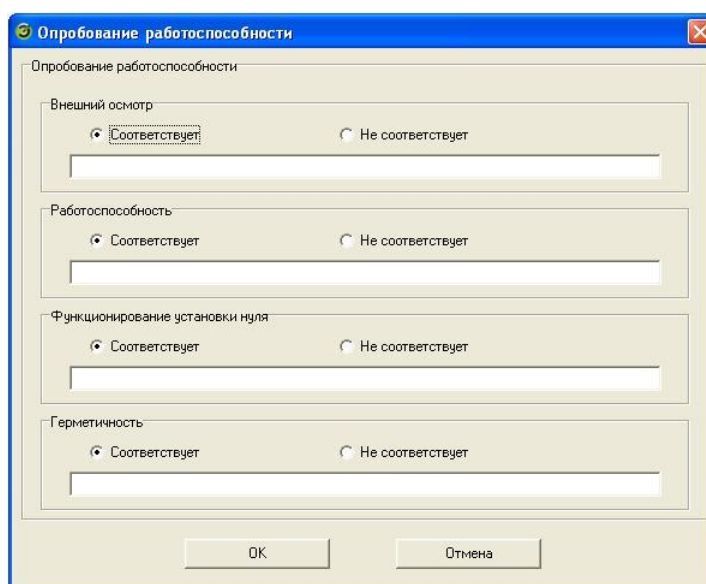

Рисунок 3.5.15 – Диалог установки результатов опробования работоспособности
- «Опробация». Кнопка предназначена для установки результатов опробования работоспособности для выбранного поверяемого прибора. При нажатии на неё выводится диалог установки результатов опробования работоспособности (рисунок 3.5.15). Диалог предоставляет возможность выставить результаты соответствия по четырем критериям: внешний осмотр, работоспособность, функционирование установки нуля, проверка герметичности. При несоответствии поверяемого прибора по одному из критериев имеется возможность указания причины несоответствия.